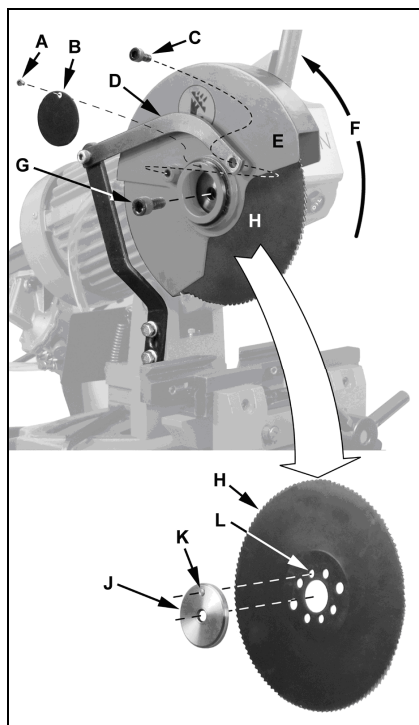

Fig 5
Retirer la vis (A, Fig 5) et la plaque de recouvrement (B).